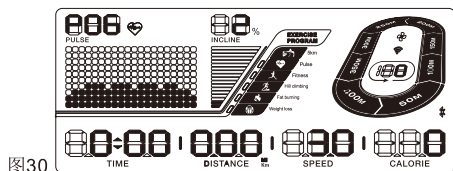

图30
2. 连续按下面板上TrainingProg键,直至屏幕上出现P06字样。(图30所示)。